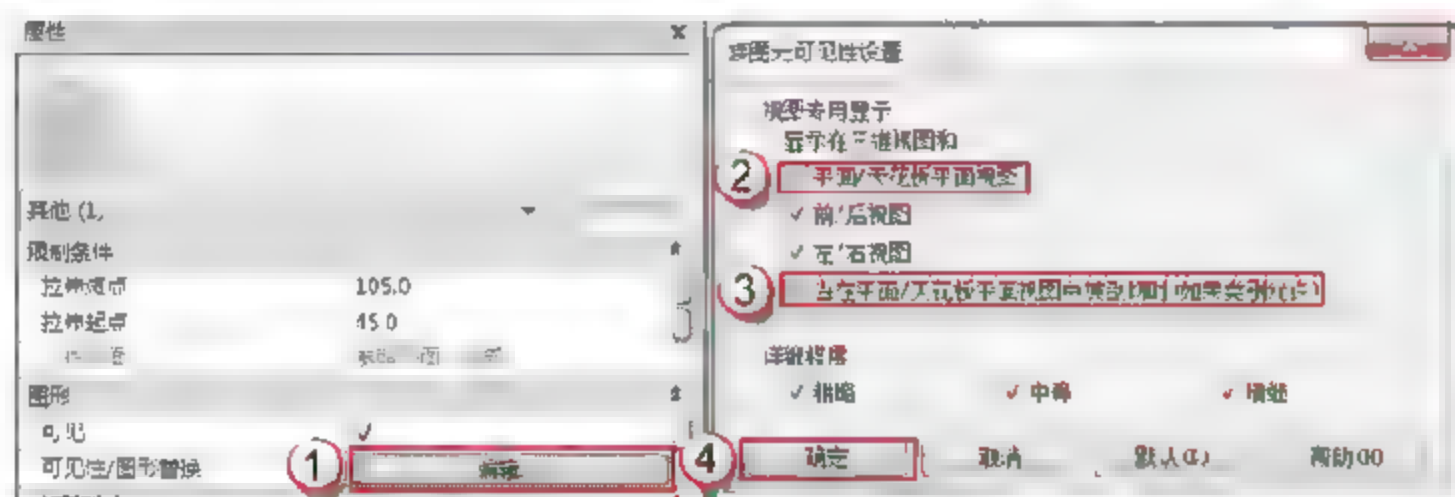

图 6.3.13 修改门的可见性
(12) 修改 MC2430 门框的可见性。在门框的“属性”面板中,单击“图形”栏“可见性/图形替换”后的“编辑”按钮,弹出“族图元可见性设置”对话框,取消“平面/天花板平面视图”和“当在平面/天花板平面视图中被剖切时(如果类别允许)”复选框的选择,单击“确定”按钮,如图 6.3.13 所示。